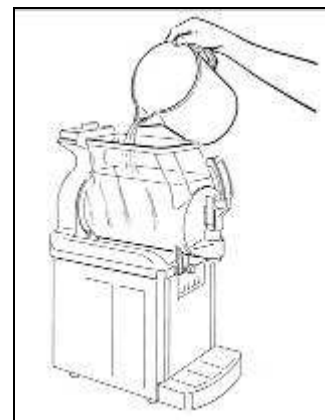

Fig. 12
- Riempire la vasca con acqua tiepida (fig.12) e dopo aver riposizionato il coperchio far funzionare il mescolatore (tutti i LED spenti) per alcuni minuti.